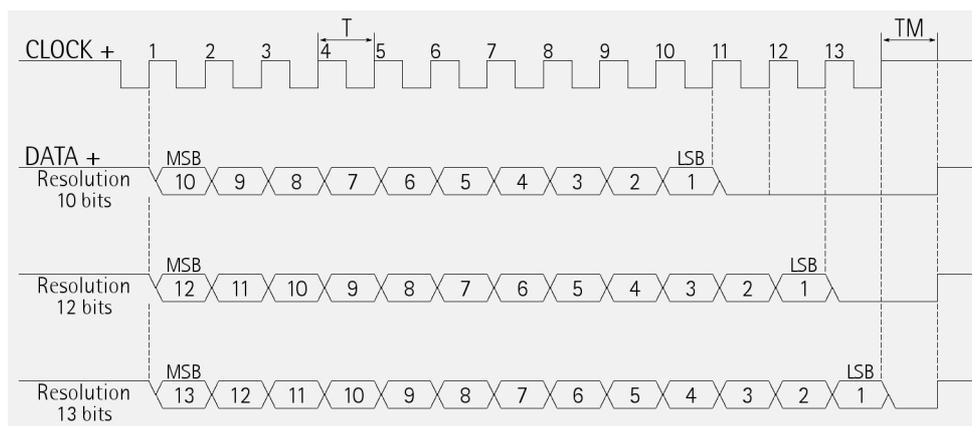
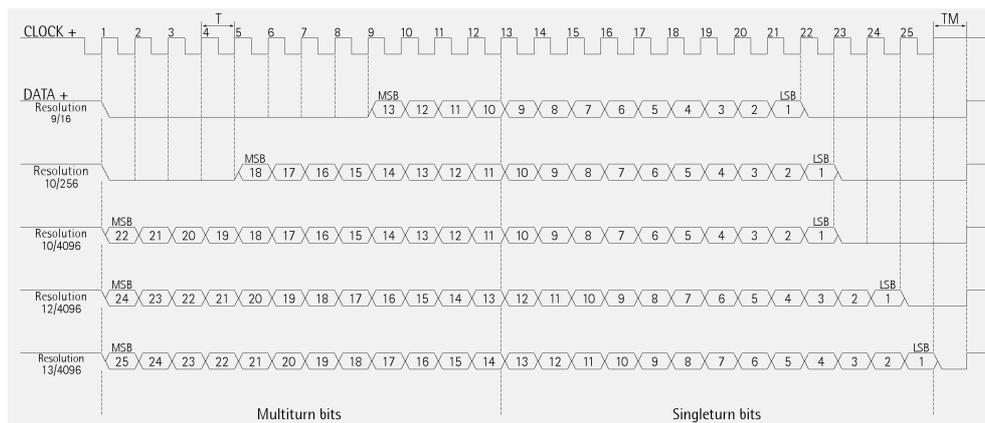

Figura 2 - Esempi schema protocollo ad albero monogiro
Figura 3 - Esempi schema protocollo ad albero multigiuro
### 5.3 PROTOCOLLO AD ALBERO "TREE FORMAT" (Figura 2 e Figura 3)
**CONFIGURAZIONE**), i bit non utilizzati sono forzati al livello logico BASSO (0) e precedono l'informazione multigiuro da un lato e seguono l'informazione monogiuro dall'altro. E' evidente che il protocollo ad albero è incompatibile con encoder monogiuro oltre i 13 bit ed encoder multigiuro oltre i 25 bit (e comunque con parte monogiuro oltre i 13 bit). Nelle Figure sono riportati alcuni esempi del protocollo TREE FORMAT rispettivamente a 13 bit monogiuro (Figura 2) e a 25 bit multigiuro (Figura 3) con numero di clock standard.